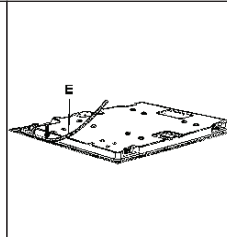

Abb. 9
- Das Kochfeld umdrehen und die Dichtung „E“ (Abb. 9) richtig so unter der Umrandung des Kochfelds anbringen, dass die Außenkante der Dichtung genau mit dem äußeren Rand des Kochfelds übereinstimmt. Die Enden der Streifen müssen sich berühren, dürfen jedoch nicht übereinander liegen.